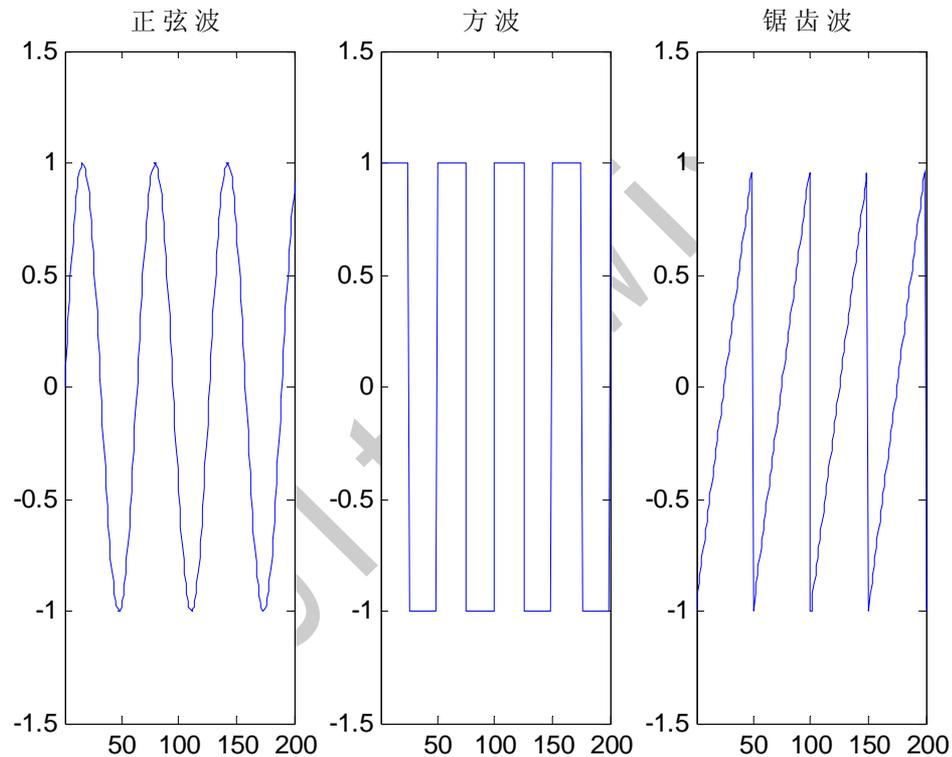

图1 常见的时钟信号波形图
- 常见的时钟信号波形包括：方波、锯齿波波和正弦波等，其典型的时域波形如图1所示。